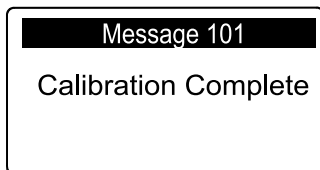

Bild 70
**Hinweis:** Die Meldung KALIBRIERUNG ABGESCHLOSSEN wird angezeigt (Bild 70) und der Aerifizierkopf wird vollständig angehoben.